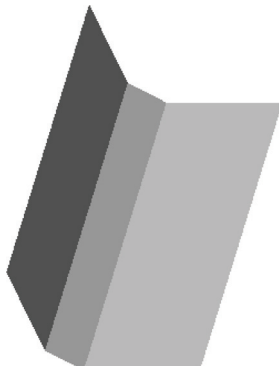

图 10-61 边倒角曲面
STEP 05 单击“完成”按钮，即可边倒角曲面，效果如图 10-61 所示。